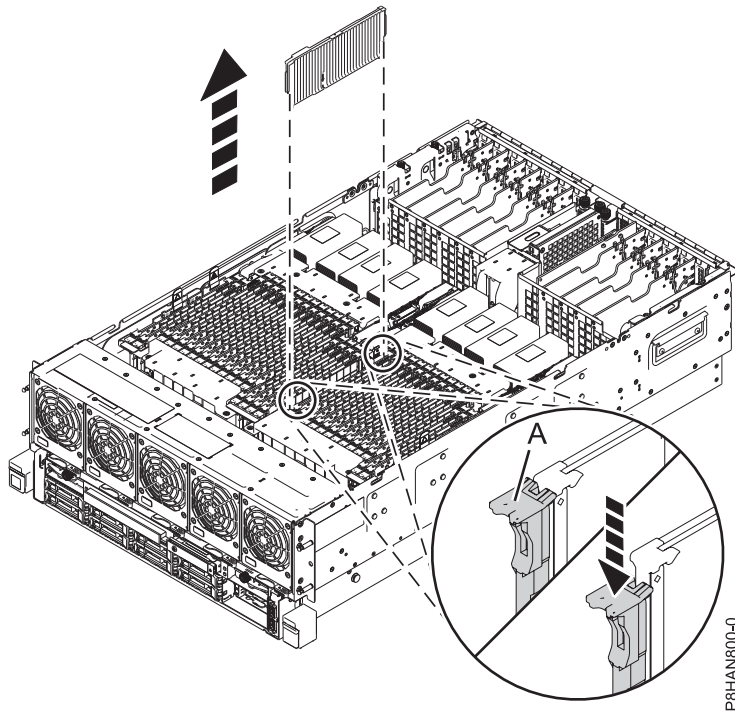

Figura 5. Extracción de una placa de relleno de memoria en la ranura de memoria de un sistema 8408-44E o 8408-E8E
- a. Para liberar el memoria de su conector en la ranura, presione las pestañas de bloqueo (A) en la dirección que se muestra en Figura 5 en la página 8. La acción de palanca de las pestañas hace que el panel de relleno del memoria salga del conector.